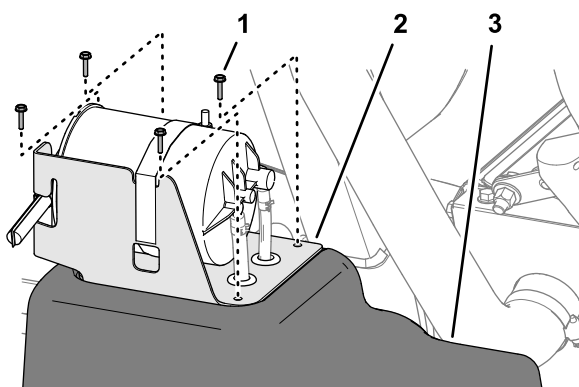

図 78
2. 燃料タンク部分で、カーボンキャニスタ用ブラケットを燃料タンク上部に固定しているねじ#10 x ¾"4本を外す 図 78。